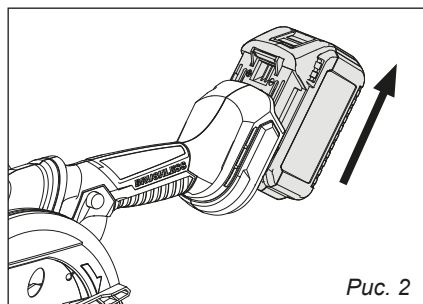

Рис. 2
1. Обязательно отсоедините аккумулятор (рис. 2).